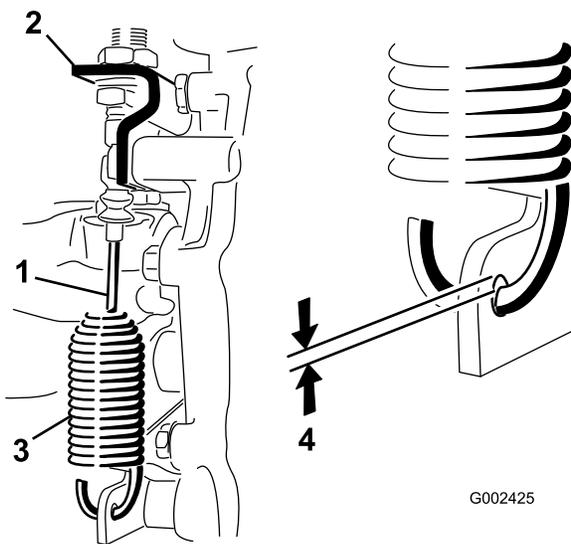

Рисунок 55
2. Ослабьте контргайки, которые крепят тросик блокировки дифференциала к кронштейну на мосту с коробкой передач (Рисунок 55).